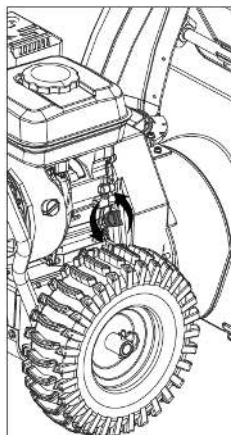

Рис. 16
1. Открутите и извлеките крышку-щуп маслозаливной горловины (Рис. 16).